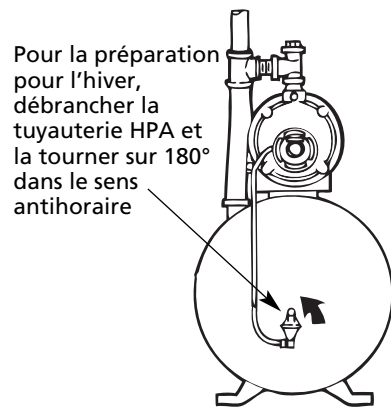

Figure 13 – Préparation du réservoir standard pour l'hiver
2. Débrancher la tuyauterie de commande de volume d'air (HPA) et la tourner sur 180° dans le sens antihoraire. Toute l'eau présente dans cette tuyauterie retombera dans le réservoir (voir Figure 13).